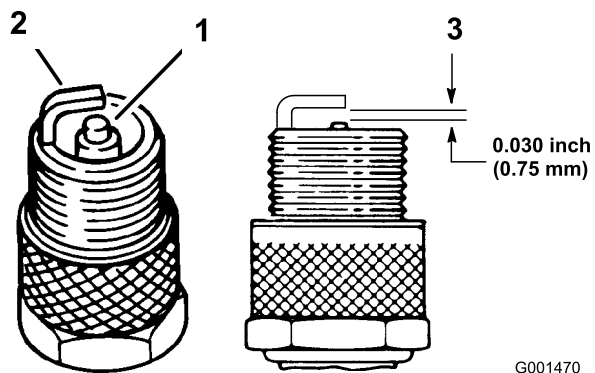

Figura 33
1. Mire la parte central de las bujías (Figura 33). Si se observa un color gris o marrón claro en el aislante, el motor está funcionando correctamente. Si el aislante aparece de color negro, significa que el limpiador de aire está sucio.
3. Compruebe la separación entre los electrodos central y lateral (Figura 33). Si la distancia no es correcta, doble el electrodo lateral (Figura 33).